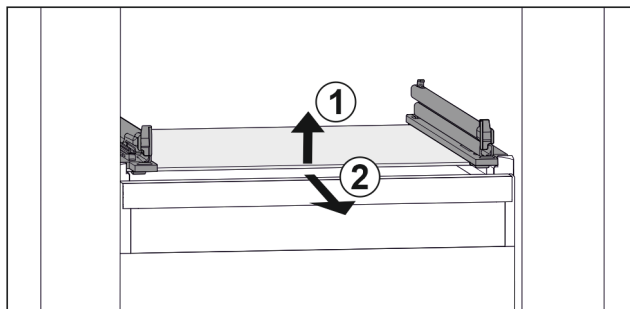

Fig. 76 Przykładowa prezentacja płyty szklanej
- ▶ Unieść płytę szklaną z przodu. Fig. 76 (1)
- ▶ Wyjąć płytę szklaną do przodu. Fig. 76 (2)